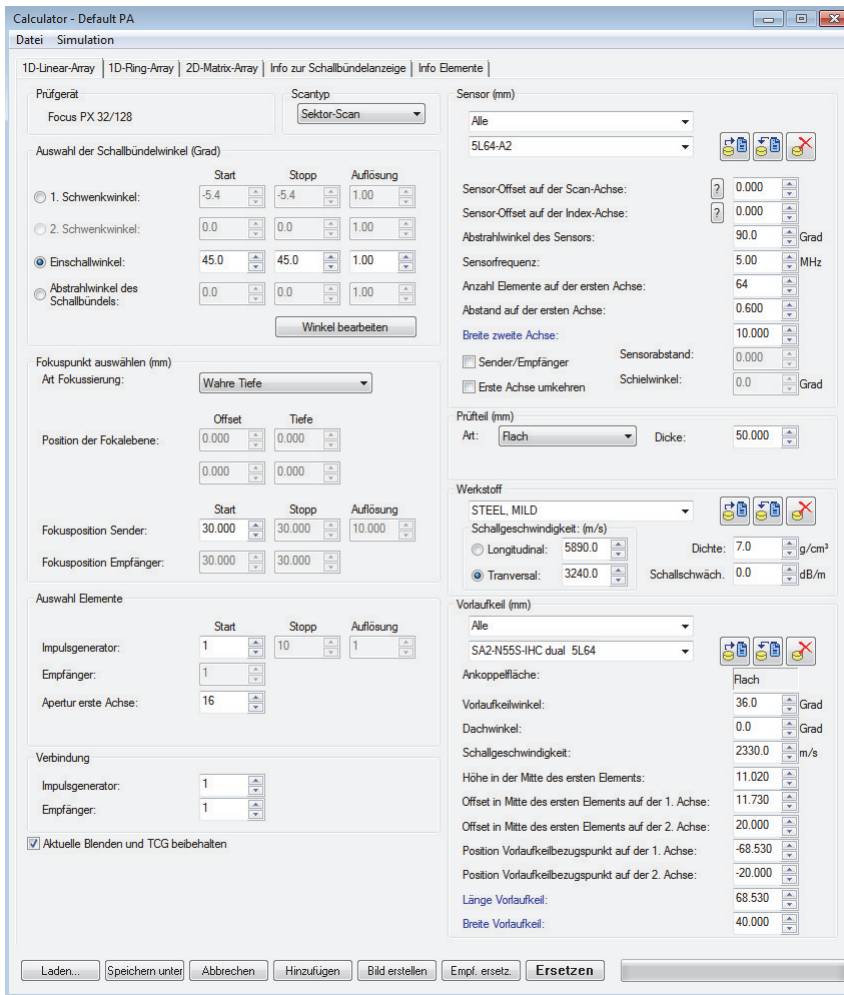

Abbildung 4-5 Dialogfeld Calculator
- a) Klicken Sie für eine Phased-Array-Prüfung mit Schrägeinschallung auf die Registerkarte **1D-Linear-Array** (Abbildung 4-5 auf Seite 106).